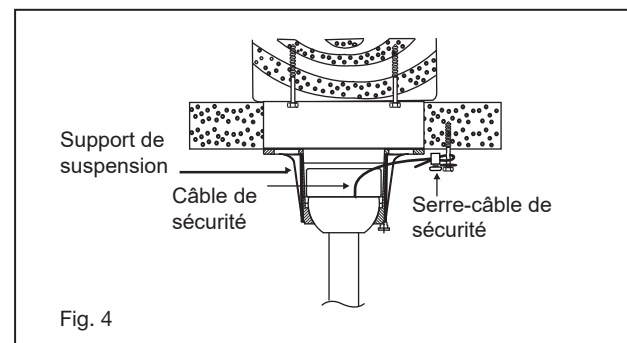

Fig. 4
- 8 Fixez la verrière au support de suspension en insérant les ouvertures du logement de clés de la verrière sur les vis du support de suspension (Fig.4), et tournez le ventilateur vers la droite pour engager les vis dans le logement de clés.
- 3 Soulevez la boule / tige de suspension / ventilateur dans l'ouverture du support de suspension. **REMARQUE:** La languette opposée à l'ouverture du support de suspension doit s'insérer dans la fente de la boule. (Fig.4)
Fixez le tire-fond et la rondelle plate à la solive du plafond. Fixez le câble de sécurité au tire-fond. Faites glisser le serre-câble sur le câble de sécurité (du ventilateur). Placez l'extrémité du câble à travers le tire-fond. Tirez autant de câble que possible sur le tire-fond. Introduisez l'extrémité du câble dans le trou de serrage et serrez fermement la vis (Fig.4). Coupez l'excédent de câble de sécurité.